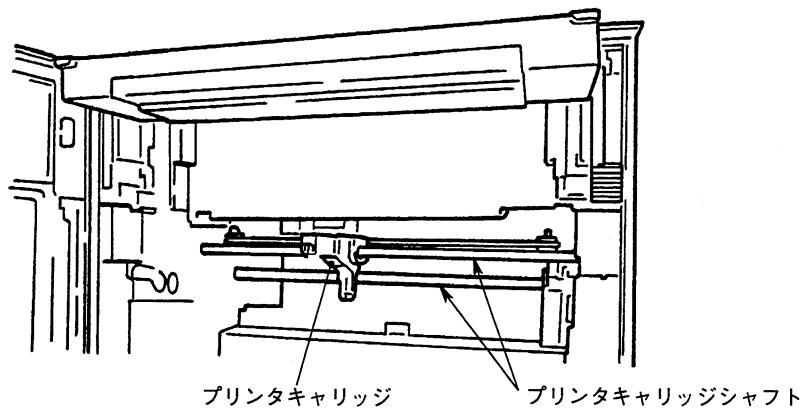

図11.4 潤滑
(1) 図11.4～図11.6のように配線し、各機器を十分ウォームアップします